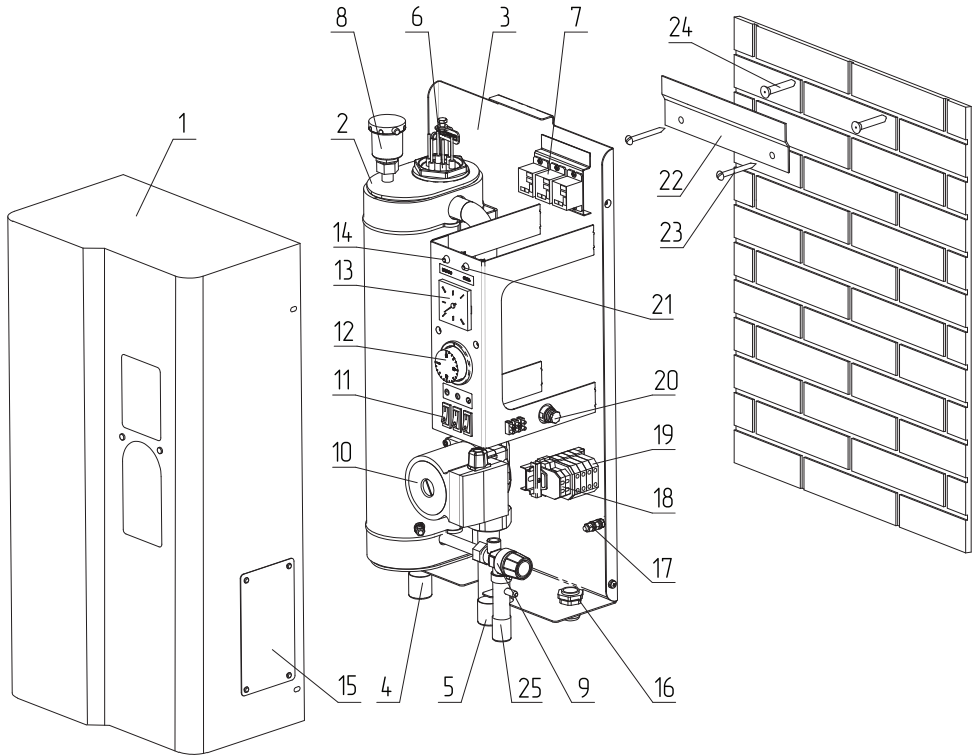

Рис.1 Устройство электрического котла ZOTA SOLO
Закрепите настенный кронштейн на вертикальной поверхности в необходимом месте с помощью шурупов, входящих в комплект, и установите на него котел, как показано на **Рис.1**.
Циркуляционный насос подключается к питающей сети через предохранитель 4А (**Рис.1, поз.20**).
На передней панели имеется индикаторная лампа работы насоса (**Рис.1, поз.14**) и индикаторная лампа подключения питающей сети (**Рис.1, поз.21**).
- Присоединить рабочий нулевой провод на клемму нейтраль (N) котла;
- Защитный нулевой провод (РЕ) подключить на болт «ЗАЗЕМЛЕНИЕ» (Рис.1, поз.17).